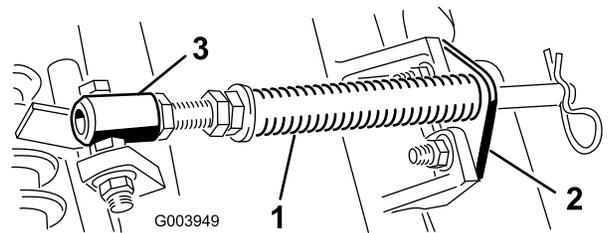

图5
- A. 拆下把杆支架固定到滚刀组凸耳上的 2 个车身螺栓和螺母 图5。
- B. 拆下将弹簧管栓固定到承载架凸耳 图5 上的凸缘螺母拆下组件。